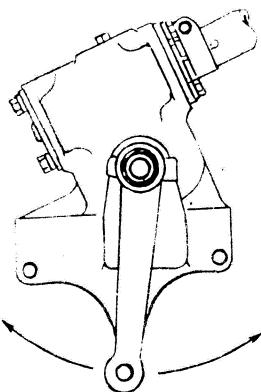

Рис. 34. Покачивание сошки для определения величины люфта.
- 3) покачивая сошку рукой (рис. 34), определите люфт на ее конце (желательно пользоваться индикатором). Далее, если люфт более 0,3 мм, произведите регулировку его в следующем порядке;
Отверните слегка гайки опорных пальцев и установите опорные пальцы в начальное положение (метками внутрь). Нажимая на педаль тормозов с постоянной силой 12—16 кг, поверните опорные пальцы в направлении, указанном стрелками «б» (рис. 34), так, чтобы нижняя часть накладки упиралась в тормозной барабан. Момент, когда это происходит, определяется по увеличению сопротивления при вращении опорного пальца. Затем затяните в этом положении гайки опорных пальцев и подверните регулировочные эксцентрики так, чтобы колодки уперлись в барабан.